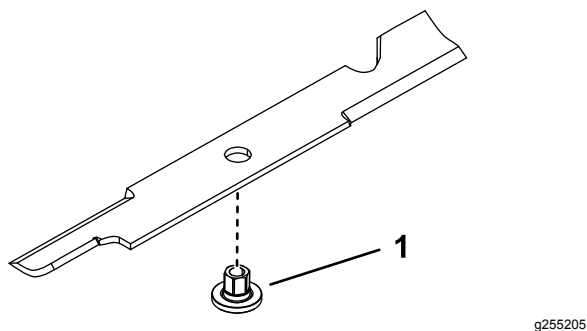

Bild 85
1. Montieren Sie eine Buchse durch das Messer, wobei der Bund der Buchse auf der unteren (Gras-)Seite des Messers liegen muss (Bild 85).